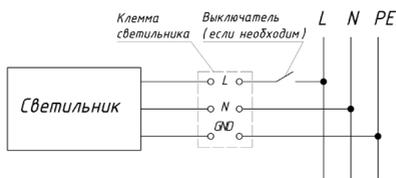

Рисунок 4 – Схема подключения светильника.
5.3.4. Установите светильник Geniled на монтируемое место (Рисунок 4). Следите за тем, чтобы кабель не оказался зажатым между элементами конструкции потолка и светильника. Убедитесь, что светильник надежно закреплен на потолке.